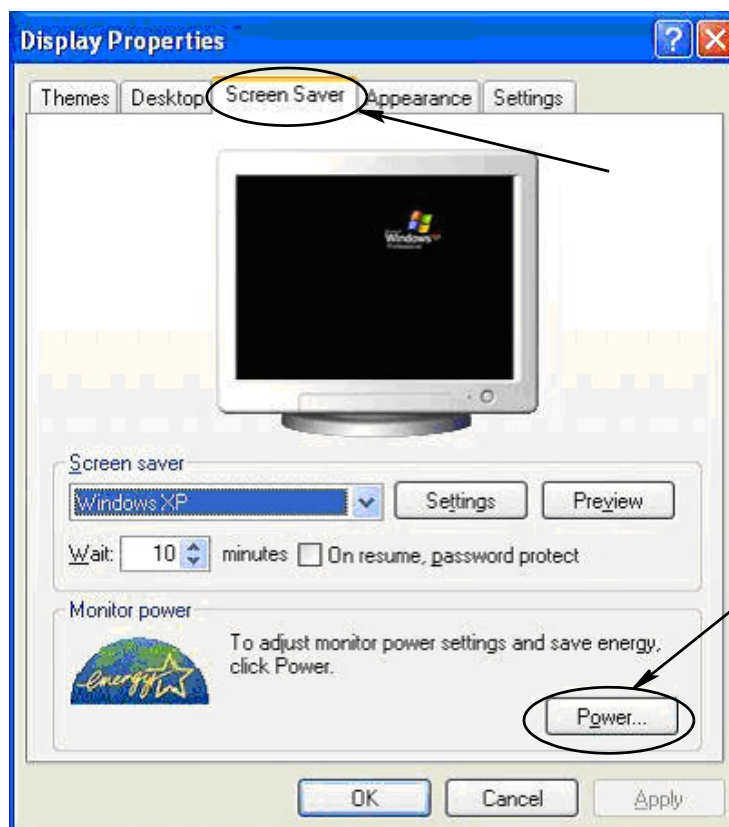

FIG. 30
2. La fenêtre Propriétés s'affiche. Choisissez l'onglet Screen Saver (Écran de veille). Dans la portion Alimentation du Moniteur (Monitor Power) de l'écran, sélectionnez le bouton Power FIG. 30.